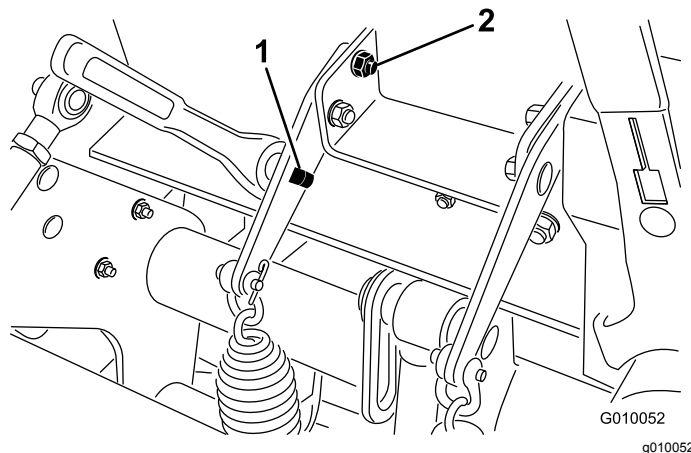

Figura 38
- Introduzca una llave de carraca de 1/2 pulgada en el taladro cuadrado del soporte del muelle (Figura 38).